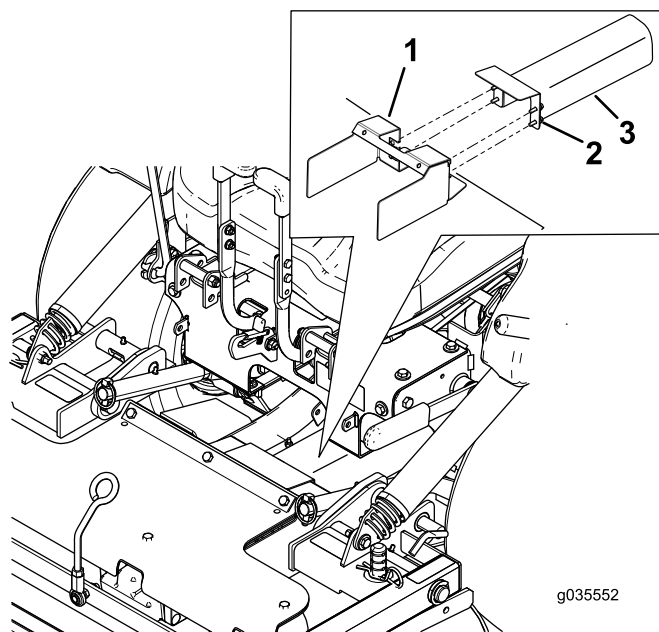

Figura 10
4. Allentate i bulloni e rimuovete le protezioni in metallo illustrate nella Figura 10.
2. Montate le protezioni in metallo e i bulloni come illustrato nella Figura 10.